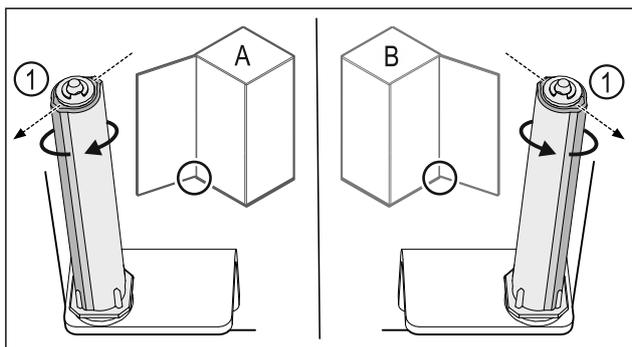

Fig. 38 Butée à gauche (A) / butée à droite (B)
- ▶ Tourner le système de fermeture contre la résistance jusqu'à ce que son arête Fig. 38 (1) pointe vers l'extérieur.